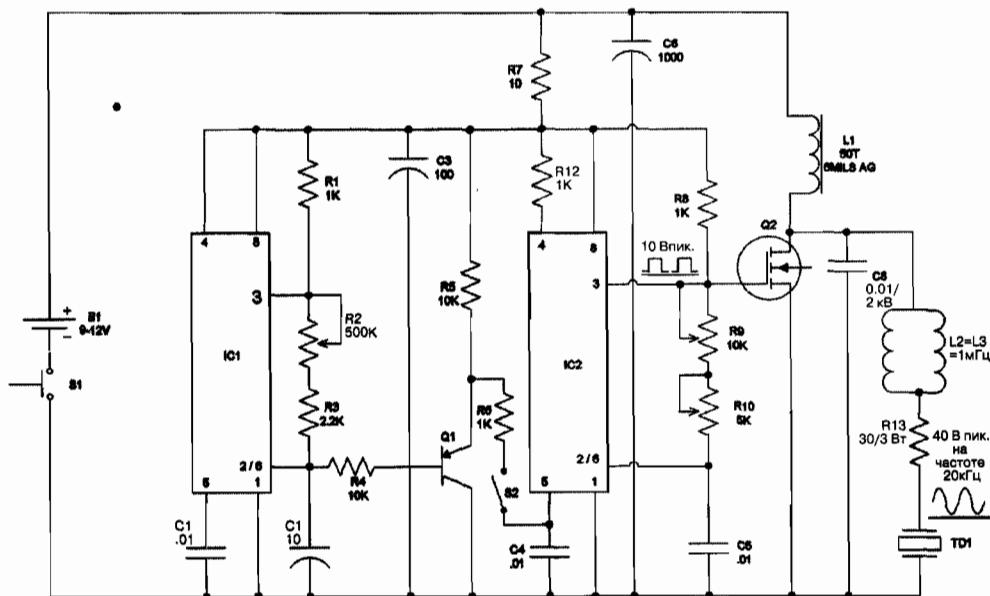

Рис. 27.2. Принципиальная схема фазера балевого поля
Таймер IC2 подключен по схеме стабильного мультивибратора, работающего в режиме свободных колебаний, частота которого изменяется переменным сопротивлением R9 (рис. 27.2). Резистор R10 задает диапазон изменения перемененного
4. Если у вас есть осциллограф, вы можете наблюдать форму волны (см. рис. 27.2).